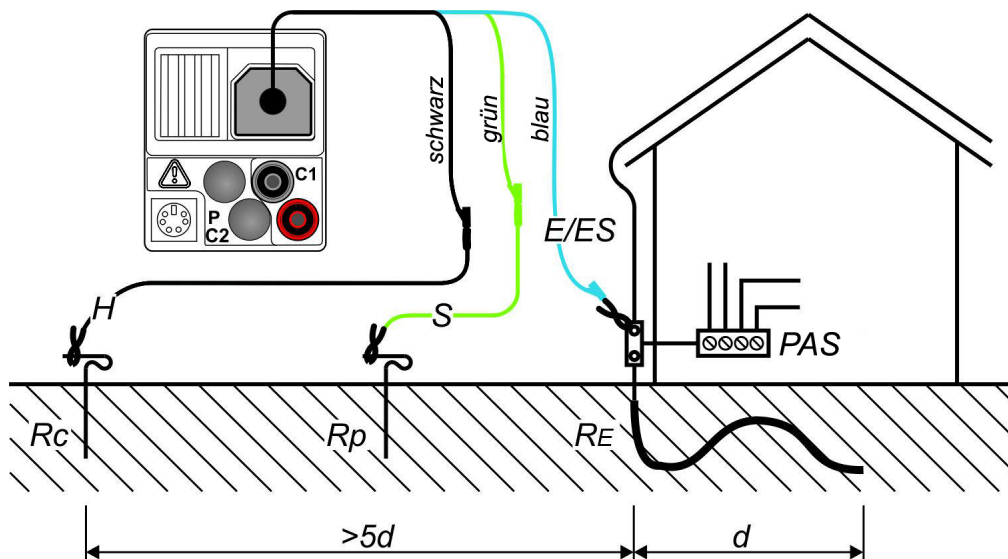

Abbildung 5.33: Anschluss des optionalen Erdungsset (044113) - Messung der Haupterdung -
- Kontaktieren Sie die Prüfleitungen an das Prüfobjekt (siehe Abbildung 5.33 und 5.34).
- Die Sonden müssen in ausreichendem Abstand vom Prüfobjekt platziert werden. Der Abstand zwischen dem Erder (E/ES) und der Sonde (H) soll mindestens 5-mal größer sein als die Tiefe oder Länge des Erders (siehe Abb. 5.33 und 5.34).